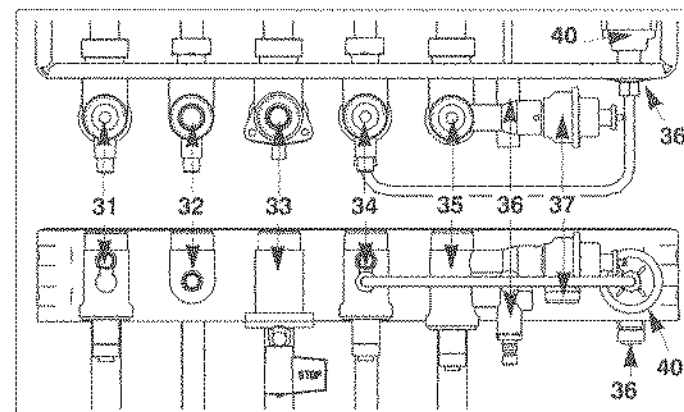

Fig. 22 - vues de dessus et de face
Barrette robinetterie (fig. 22)
4. Ouvrez l'arrivée du gaz en tournant le robinet gaz "33" (fig. 22, page 20), sur la position «  ».
- Coupez l'arrivée du gaz en tournant le robinet "33" (fig. 22, page 20), sur la position «STOP».
Dans certains cas d'installation, il est possible qu'il se produise, après puisage d'eau chaude, un léger réchauffement de la canalisation (et éventuellement d'un radiateur). Pour l'éviter, il suffit de fermer le robinet départ chauffage "31" (fig. 22, page 20).